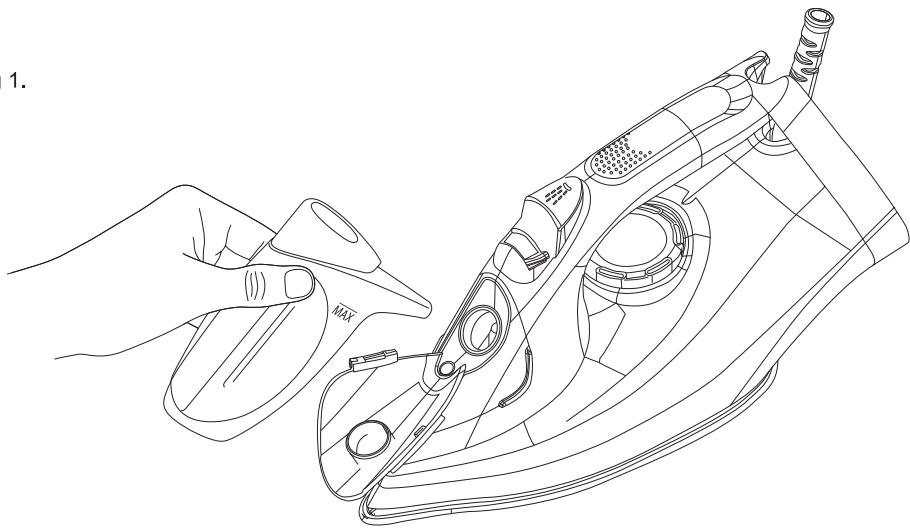

Fig 2.
- Seleccionar la máxima temperatura de la plancha, girando el en sentido horario el regulador de temperatura de la plancha. (Fig 2)
- Pasar la plancha de arriba abajo pulsando el mando vapor (B). Importante: para el algodón y el lino se aconseja poner la base de la plancha en contacto con el tejido. Para otros tejidos más delicados se aconseja tener la base de la plancha a unos centímetros de distancia.